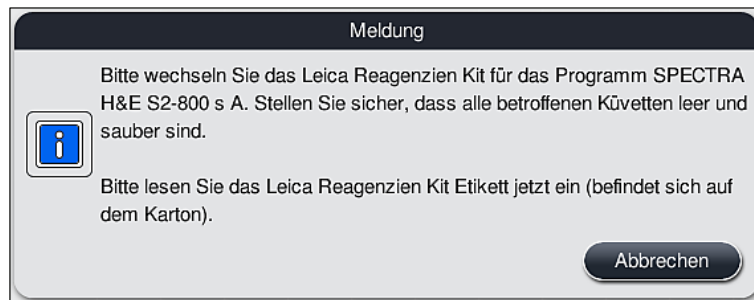

Abb. 57
1. Nach Aufforderung durch eine Meldung (→ "Abb. 57") am Bildschirm das Verpackungsetikett des Kartons vor dem RFID-Sensor an der Gerätevorderseite (→ "Abb. 58-1") halten, um dieses einzulesen.
- Das Einlesen des Leica Reagenzien Kits kann ausschließlich durch die Taste **Abbrechen** in (→ "Abb. 57") gezeigten Meldung und vor Beginn des Einlesens des Packungsetikettes abgebrochen werden, ohne dass das Leica Reagenzien Kit verfällt.